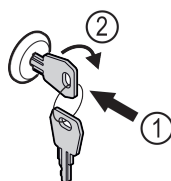

Fig. 194 Beispielhafte Darstellung
- Schlüssel hineindrücken Fig. 194 (1).
- Schlüssel um 90° im Uhrzeigersinn drehen Fig. 194 (2).